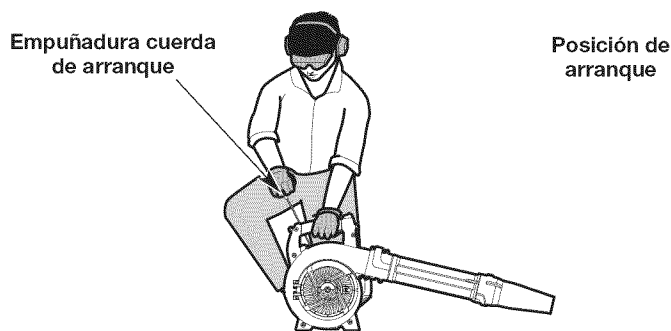

Fig. 7
ADVERTENCIA: Se debe evitar arrancar accidentalmente la unidad. A fin de evitar que se produzcan lesiones graves, el operador y la unidad deben estar en una posición estable cuando se jala la cuerda de arranque (Fig. 7).
6. **NO** apriete el control del acelerador. Agacharse en la posición de arranque (Fig. 7).